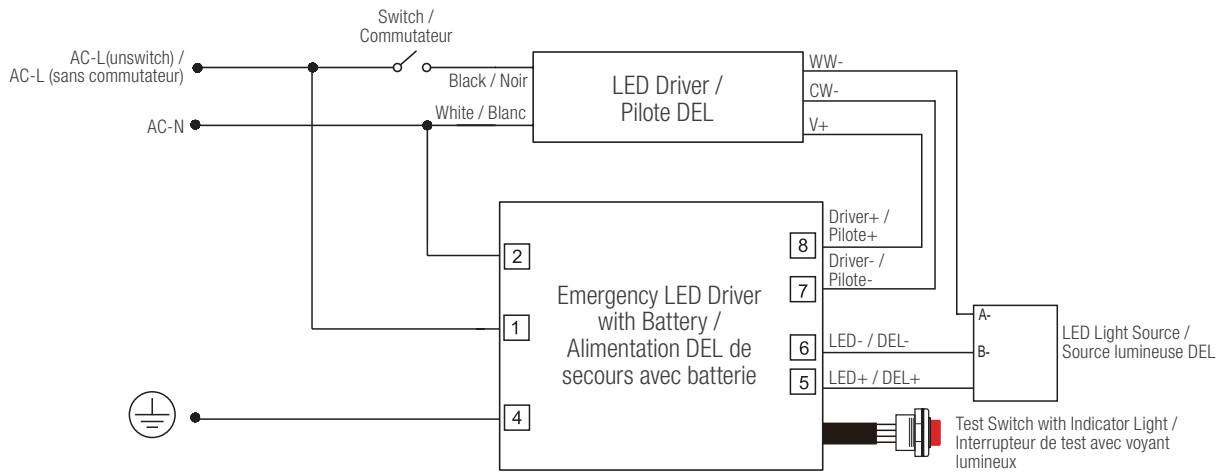

Figure 17
3. Connect the LED driver output wiring to the Emergency LED driver. Connect the output of the Emergency LED driver (LED-, LED+) to the LED strip (LED Module) as shown in Fig 17.
3. Raccordez le câblage de sortie du pilote DEL au pilote DEL d'urgence. Connectez la sortie du pilote DEL d'urgence (DEL-, DEL+) à la réglette DEL (Module DEL) comme illustré à la Fig. 17.